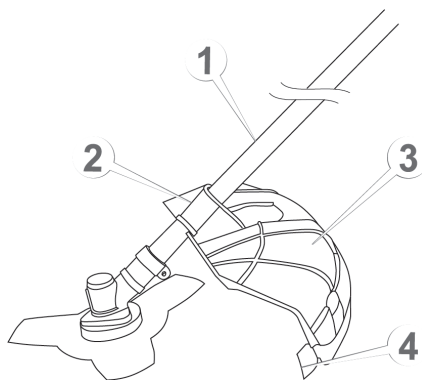

Рисунок 7. Схема встановлення захисного кожуха.
- встановити ніж (4, рис. 7) для обрізання жилки на захисний кожух (3, рис. 7) і надійно закрутити за допомогою фіксуючих кріплень;
- встановити захисний кожух (3, рис. 7) на «штангу» за допомогою комплексу кріплень так, щоб позиціонуючий отвір скоби (2, рис. 7) поєднався із відповідним отвором «штанги» (1, рис. 7), та зафіксувати гвинтами з комплекту. Переконайтеся в надійності кріплення захисного кожуха — прокручування не допускаються.
Жилка під час роботи зношується. Щоб замінити робочі кінці жилки – подати мотокосу до землі так, щоб низ різальної головки злегка короткочасно торкнувся корпусом поверхні землі, що призведе до виходу нової частини жилки, а зайва буде автоматично відрізана різальним ножом (4, рис. 7).